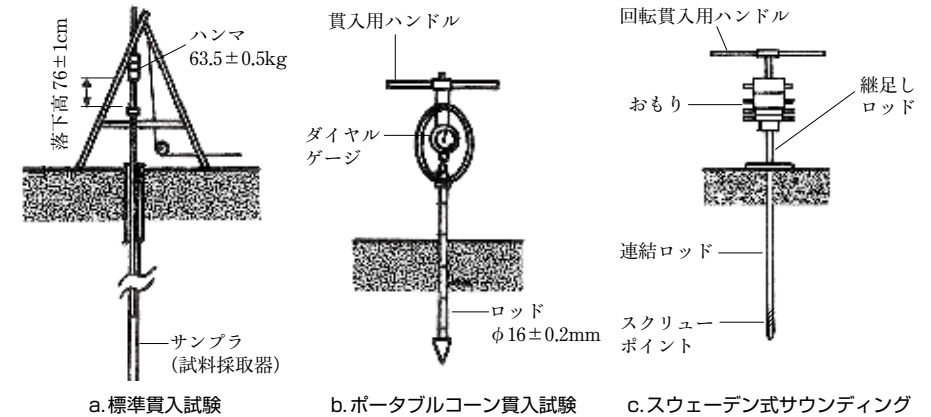

図 1-3 サウンディング試験の概略
- ①原位置試験は、現地で直接土の強度や剛性(硬さ)など地盤の性質を求めるものである。
- ②原位置試験として最もよく用いられるものとしてサウンディング\*1がある(表1-1、図1-3)。
- ③サウンディング以外の現地調査として、よく行われる試験を表1-2に示す。